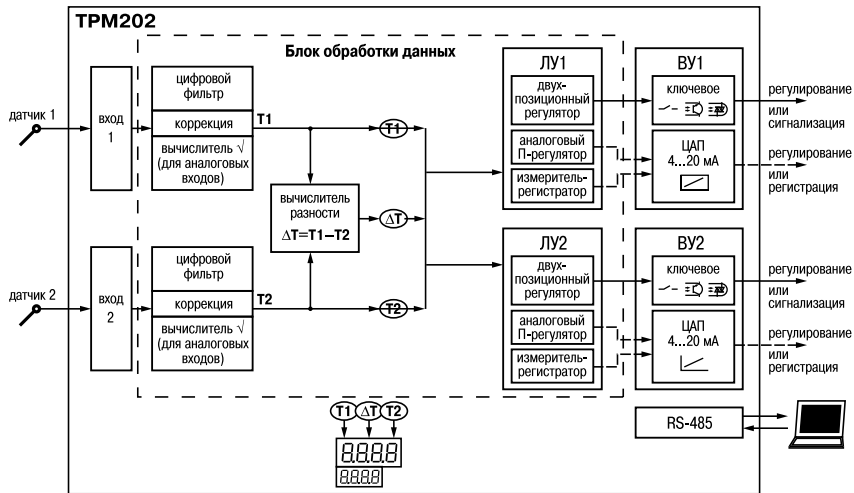

Рис. 1
3.1.2. Функциональная схема прибора приведена на **рис. 1**. Прибор включает в себя: